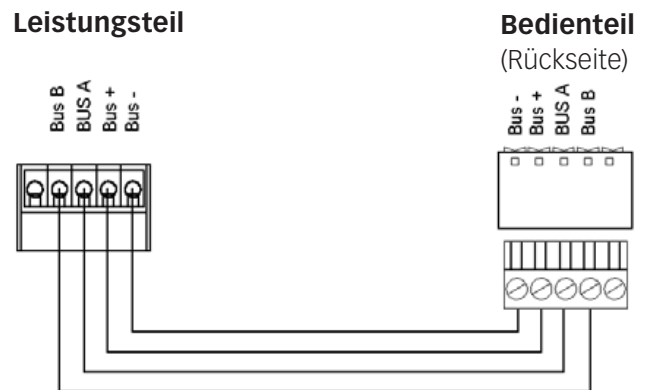

Bild 4a
In einer Standardumgebung ohne massive EMV - Störungen kann für die Busverdrahtung zwischen Leistungsteil und Bedienteil 4-adriges Fernmeldekabel (Telefonkabel) AWG 28 nach DIN 47467/6 /7 bis zu einer Gesamtleitungslänge von 100 m verwendet werden. Verdrahtung nach Bild 4a, es sind keine weiteren Maßnahmen erforderlich.
- Die Busverdrahtung muss entsprechend Bild 4a oder 4b erfolgen. Bitte die Anordnung von Slaves, Master und Bedienteil am Bus beachten!